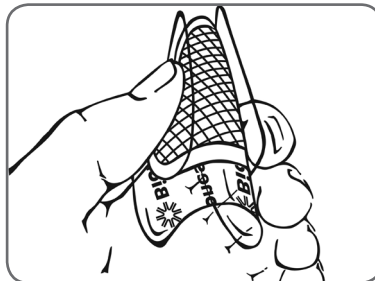

Figura 21: Cómo desprender las tapas de dos piezas de los electrodos de hidrogel.
5. Desprenda las tapas de dos piezas en cada electrodo nuevo y deséchelas. Vea la Figura 21.